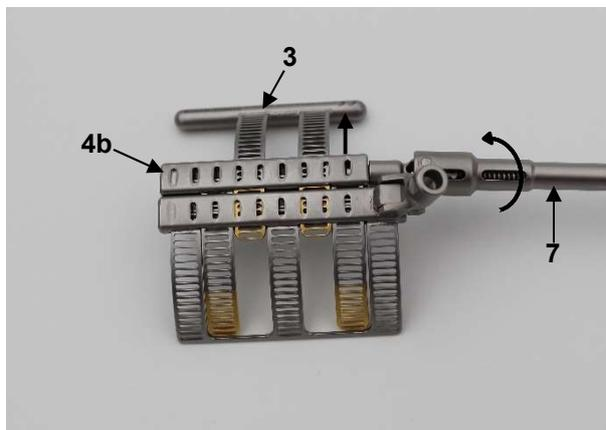
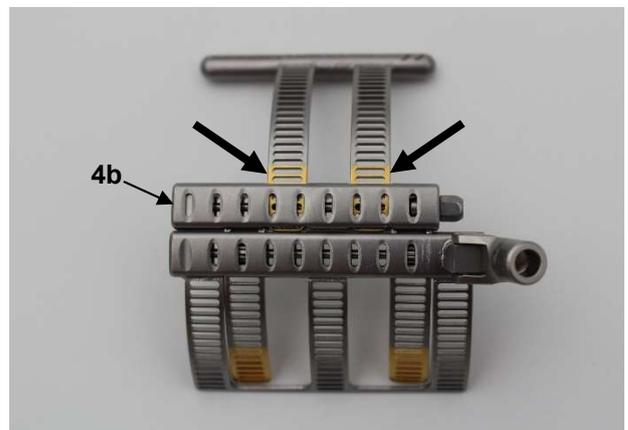

Fig. 2a
Fig. 2b
A tal fine, ruotare in senso orario la vite esagonale esterna del modulo a scatola dell'elemento primario (4b) utilizzando il Kardan cacciavite LMT-4 (7) (Fig. 2a) fino a quando i primi due fori a fessura dorati si estendono dal modulo a scatola dell'elemento primario (4b), come mostrato nella Fig. 2b.